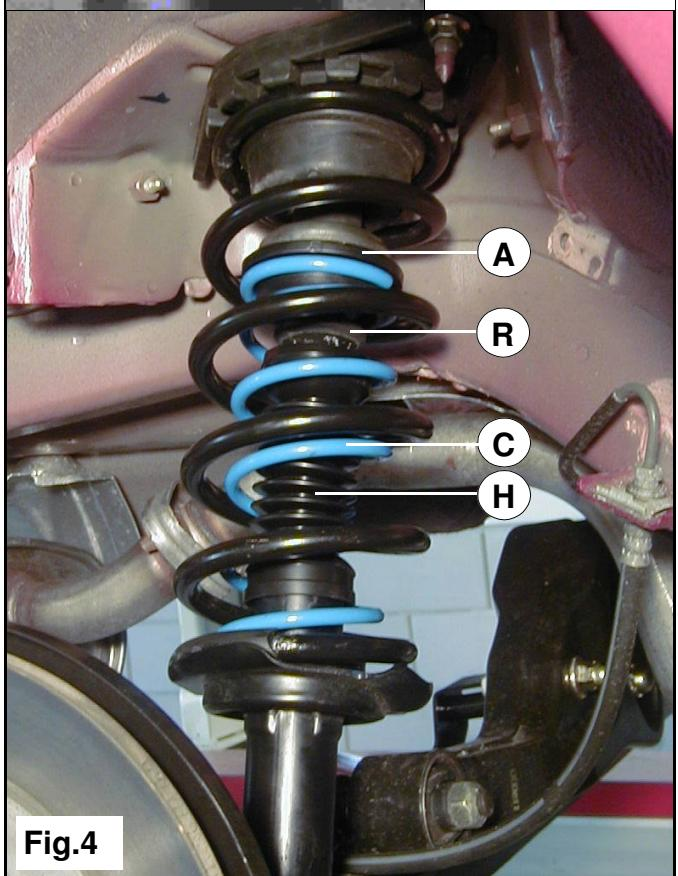

Fig.4
8. Poser de ressort de renfort sur l' amortisseur(Voir fig. 4).
8. Coloque el muelle auxiliar **C** en el amortiguador. (Véase fig. 4).